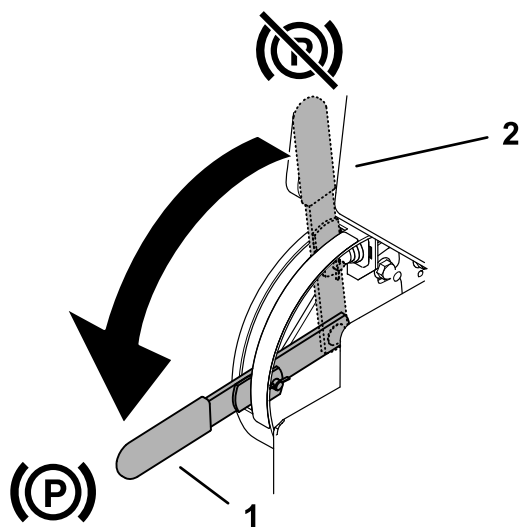

Bild 7
- Drehen Sie den Hebel nach unten, um die Feststellbremse zu aktivieren (Bild 7).
- Drehen Sie den Hebel nach oben, um die Feststellbremse zu lösen (Bild 7).